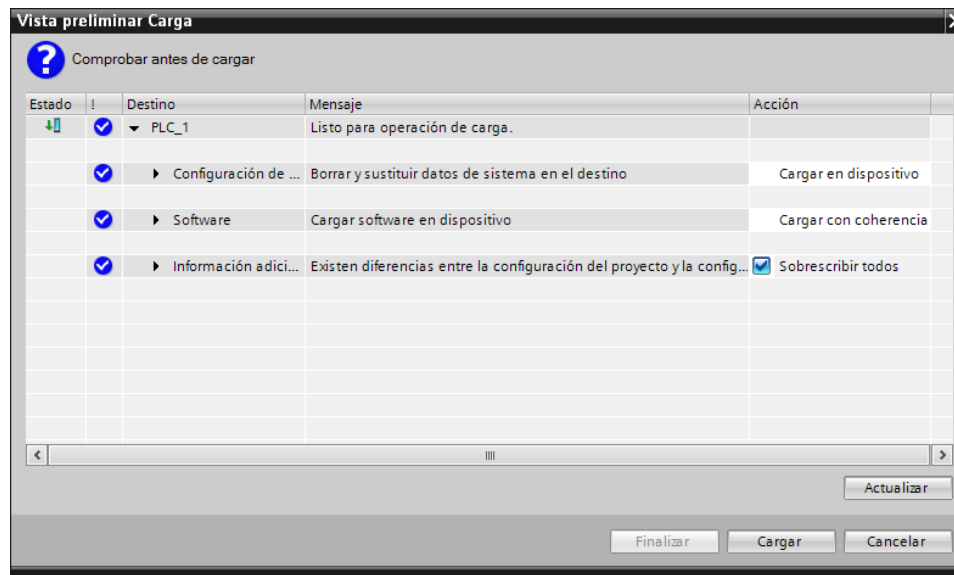
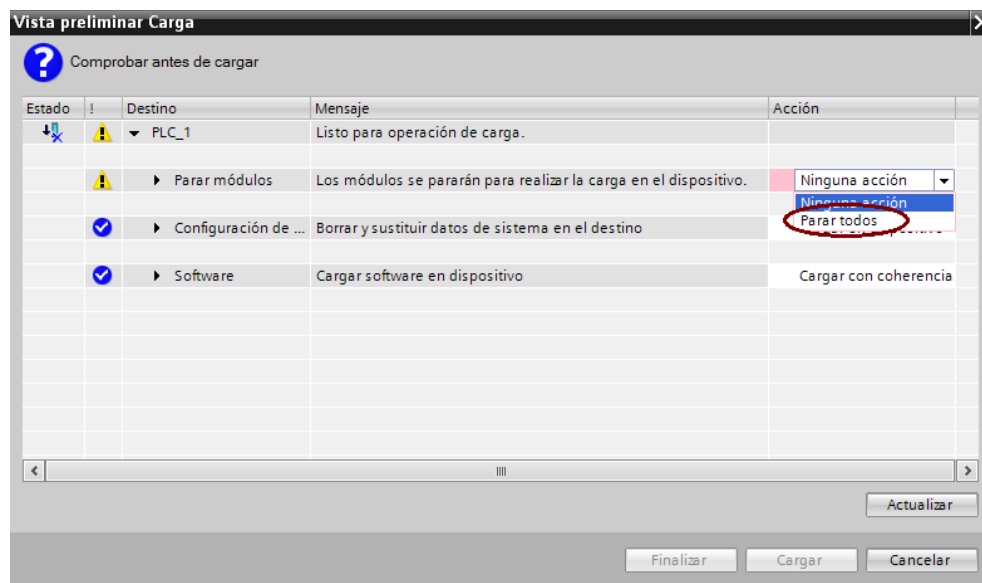

Figura 28. Vista preliminar carga.
Figura 29. Parar módulos para descargar programa.
33. Desactive el parpadeo y de clic en el botón "Cargar", Espere a que se muestre la ventana de la Figura 28, si todo aparece correctamente (todas las opciones con cheque) de clic en "Cargar". En el caso mostrado en la Figura 28 nos indica que existen diferencias entre la configuración del proyecto y la del PLC, debido a que se le está colocando una IP diferente a la que tenía anteriormente, si se presenta este caso active la casilla de "sobreescribir todos" y luego de clic en "Cargar". Otro inconveniente es que el PLC se encuentre corriendo algún programa, en este caso como se muestra en la Figura 29 seleccione como acción la opción de "Parar todos" y luego de clic en "Cargar".